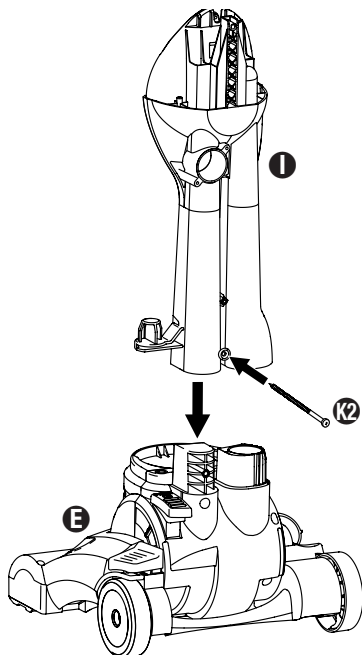

FIG. 1
Step 1: Assemble the rear housing ① to the base ⑤ by sliding it on top of the base and attaching to the base using a long screw provided ⑫ (FIG. 1).
Étape 1 : Fixez le boîtier arrière ❶ à la base ❷ en le glissant sur le dessus de la base et attachez-le à celle-ci à l'aide d'une longue vis ❸ fournie avec l'appareil (FIG. 1).
Paso 1: Instale el alojamiento trasero ❶ en la base ❷ deslizándolo sobre la misma y fijándola usando el tornillo largo ❸ proporcionado (FIG. 1).